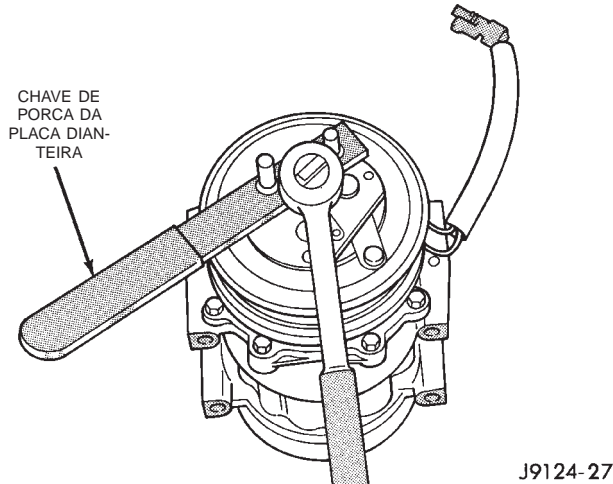
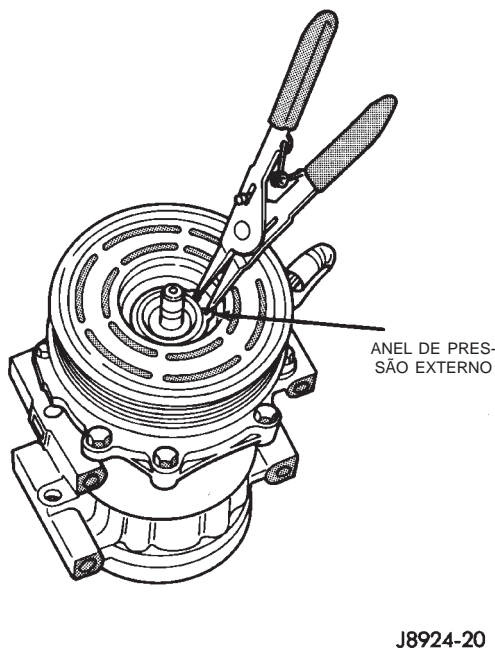

Fig. 20 Remoção da Porca do Acoplador
Fig. 21 Remoção do Anel de Pressão Externo
(1) Desconecte e isole o cabo negativo da bateria.
(2) Remova a correia de acionamento em serpentina. Consulte o Grupo 7, “SISTEMA DE ARREFECIMENTO”, para obter os procedimentos.
(3) Desligue o conector do chicote de fiação da bobina do acoplador do compressor.
(4) Introduza os dois pinos da chave de porca (Ferramenta Especial 6462 no Kit 6460) nos orifícios da placa do acoplador. Segure fixa a placa do acoplador e remova a porca sextavada (Fig. 20).
(5) Remova a placa do acoplador e os calços do acoplador.
(6) Remova o anel de pressão do compartimento dianteiro externo, com alicates próprios para anéis de pressão (Fig. 21).